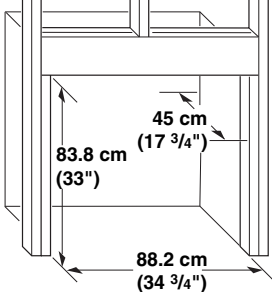
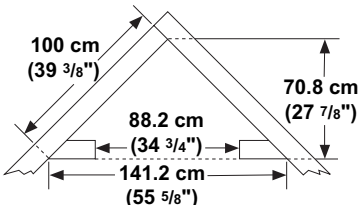

Figura 13 - Abertura áspera para instalación en la pared
Figura 14 - Abertura áspera para instalación en la esquina
1. Marco en una abertura áspera. Use las medidas mostradas en la figura 13, en la página 12, para la abertura áspera. Si va a instalar en una esquina, utilice las medidas mostradas en la figura 14, en la página 12, para la abertura áspera. La altura es de 83.8 cm (33"), que es la misma que la de la abertura de la pared en la figura 13 en la página 12.